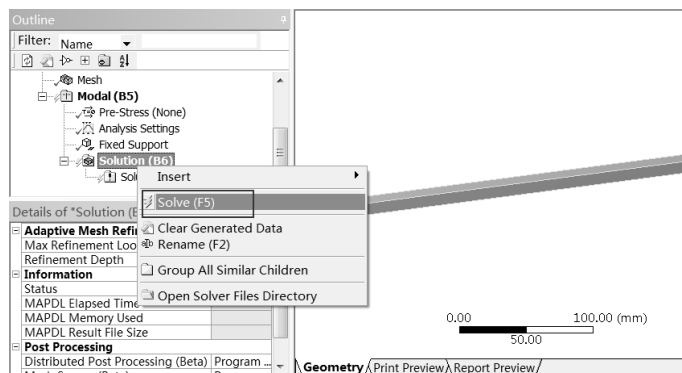

图 9-24 求解
Step4: 在 Outline (分析树) 中的 Modal (B5) 选项上右击, 在弹出的快捷菜单中选择 Solve 命令, 如图 9-24 所示此时会弹出进度显示条, 表示正在求解, 当求解完成后进度条自动消失。